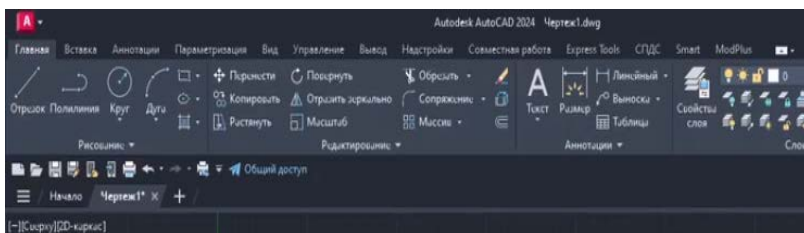

Рис. 3.1. Строка команд
**Рабочая область / Область рисования (Drawing Area).** Самая большая часть экрана, где вы создаете и редактируете свои чертежи. Это бесконечное двухмерное или трехмерное пространство (рис. 3.1).